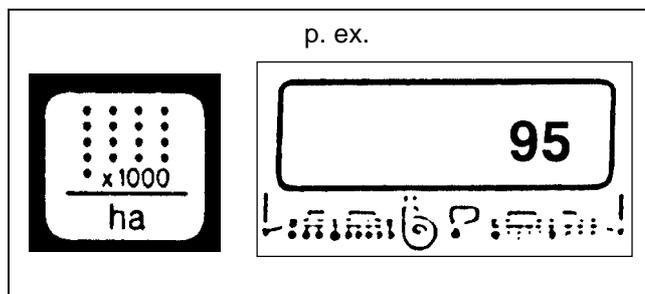

Fig.5
4.2.5 Touche "Nombre de grains/ha" (Fig.5)